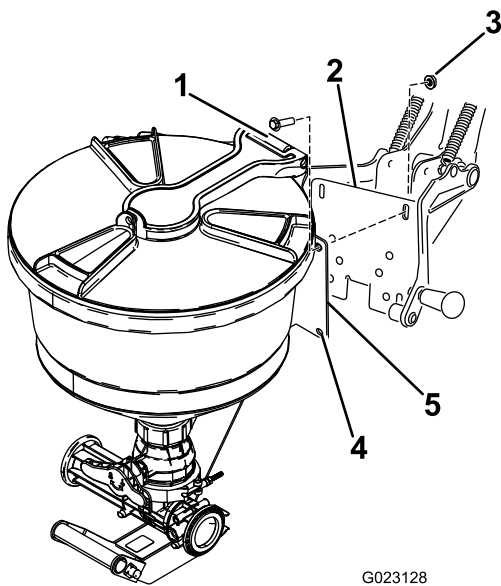

図 17
6. エダクタ・アセンブリの取り付けプレートについている穴を、クレードル・アセンブリのバックプレートの長穴に合わせる図 17。